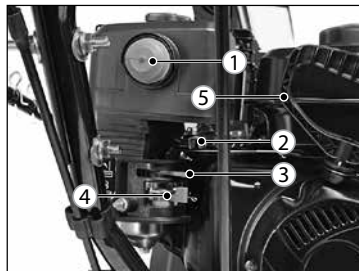

Рис. 13
2. Переведите рычаг топливного крана 4 в положение «Открыто» (крайнее правое положение) (рис. 13).
3. Если двигатель холодный, переведите рычаг воздушной заслонки 3 в положение «Закрыто» (крайнее левое положение) или среднее положение при запуске прогретого двигателя (рис. 13).
4. Передвиньте рычаг регулировки оборотов двигателя 2 в среднее положение (рис. 13).
6. Если двигатель холодный, для заполнения карбюратора топливом нажмите три раза на кнопку праймера 1 (рис. 13).
7. При использовании ручного стартера крепко возьмитесь за рукоятку 5 и медленно потяните ее до появления ощутимого сопротивления. После чего энергично вытяните шнур на 50-80 см. Не бросайте рукоятку, плавно верните ее в исходное положение, позволив шнуру вернуться в барабан. Повторите действия, описанные в данном пункте 2-3 раза, до запуска двигателя (рис. 13).
13. После запуска двигателя дайте ему прогреться в течение 1-2 минут и переведите рычаг воздушной заслонки 3 в положение «Открыто» (крайнее правое положение) (рис. 13).
14. Когда частота вращения вала двигателя стабилизируется, переведите рычаг регулировки частоты 2 в положение  (крайнее правое) (рис. 13).
2. Переведите рычаг регулировки частоты вращения вала двигателя 2 в положение  (крайнее левое) (рис. 13).
5. Переведите рычаг топливного крана 4 в положение «Закрыто» (крайнее левое положение) (рис. 13).